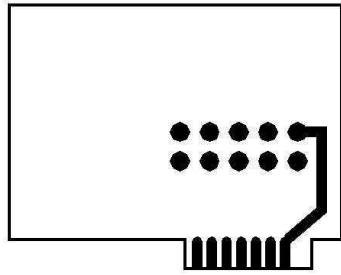

Рис. 3.12. Ескіз до прикладу 3.3.1 Рис. 3.13. Ескіз до прикладу 3.3.2
1) Намалювати ескіз печатної плати полілініями згідно з рис. 3.12. Товщина лінії контуру 0.6, ширина доріжки 2.5